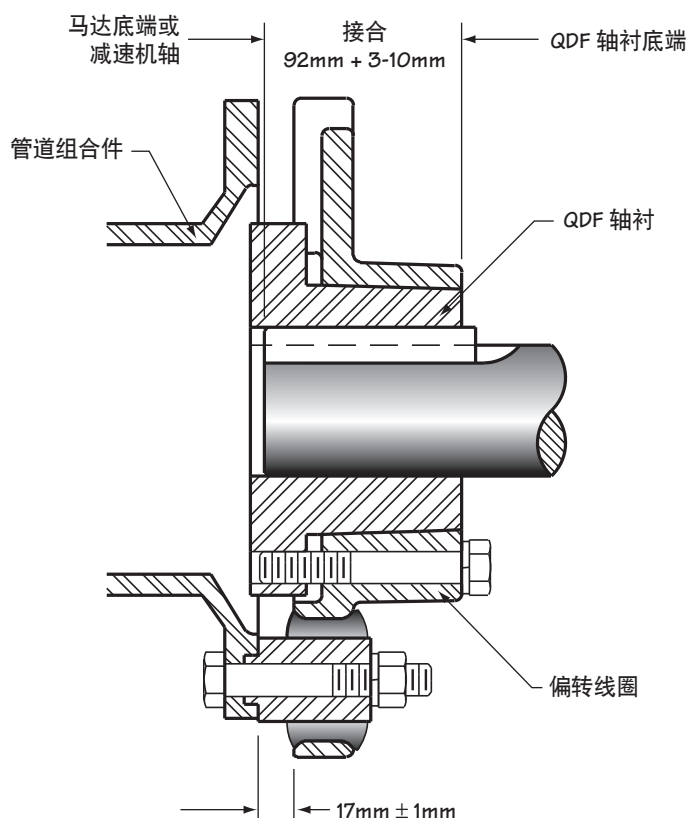

图 2
- 在减速机端将偏转线圈完全滑入输入轴，开始装配。把轴键插入销孔一半，把 QDF 轴衬滑入轴，保持 92 毫米接触，请参见图 2。把固定螺栓旋紧到轴键上到 27 N·m 扭矩。
- 检查马达轴衬是否与马达轴接合。如果 QDF 轴衬超出轴的末端，旋松马达轴帽螺栓，向里滑动马达，直到 QDF 轴衬法兰在误差范围内，或者调节整个传动轴组合件的位置，使两端接合程度相同。请参见图 2。
继续操作之前要消除任何较大程度的不对齐。可以测量传动轴和偏转线圈法兰之间的距离初步检查对齐情况。该距离在四个点的测量应该大约是 18 毫米，请参见图 2。最终调节完成后，转完一圈管道组合件法兰上相邻点和每端轴联轴器的距离变化不能超过 0.13 毫米。提供 Marley “驱动轴对齐千分表套件” 并可购买。
- 旋紧马达和减速机上的所有装配螺栓，并重新检查。如图 2 所示，维持法兰面与偏转线圈面之间的间隙。拆除千分表。
- 测量从柔性轴衬上的金属嵌件肩部到偏转线圈的机加工环面的距离。该长度应为 17 毫米 \pm 1 毫米，如图 2 所示。